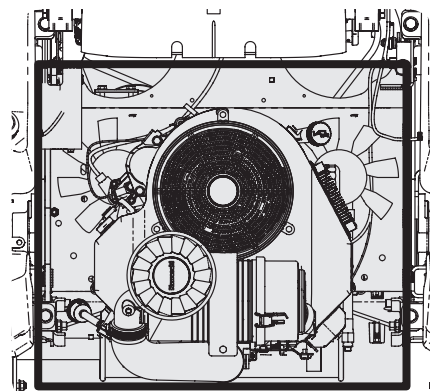

Figure 4-1
- Nettoyez autour du collecteur d'échappement et des fusibles, le câblage électrique et les faisceaux, le tuyau du silencieux, le pare-chaleur du silencieux, les grilles d'entrée d'air du moteur et les ailettes de refroidissement, entre autres. Voir Figure 4-1.
- Tenez l'extrémité libre du boyau de vidange d'huile au-dessus du récipient, puis dévissez le bouchon à tête carrée du boyau. Voir Figure 4-1. Vidangez l'huile du moteur dans le récipient.